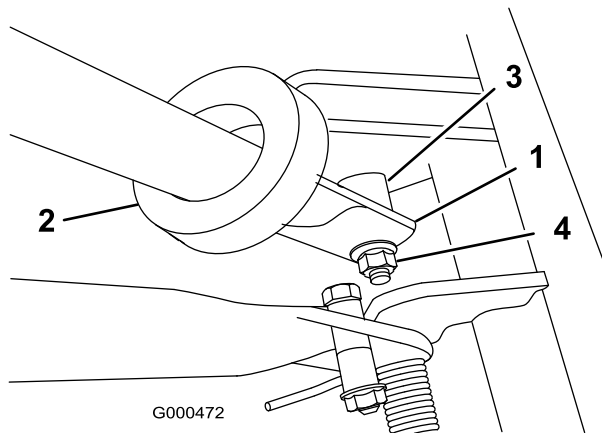

Figura 9
2. Inserite le estremità della stegola nelle fessure dei bracci di supporto della stegola (Figura 9).
3. Premete verso l'interno le estremità della stegola e montatele sul gradino del perno girevole (Figura 9).